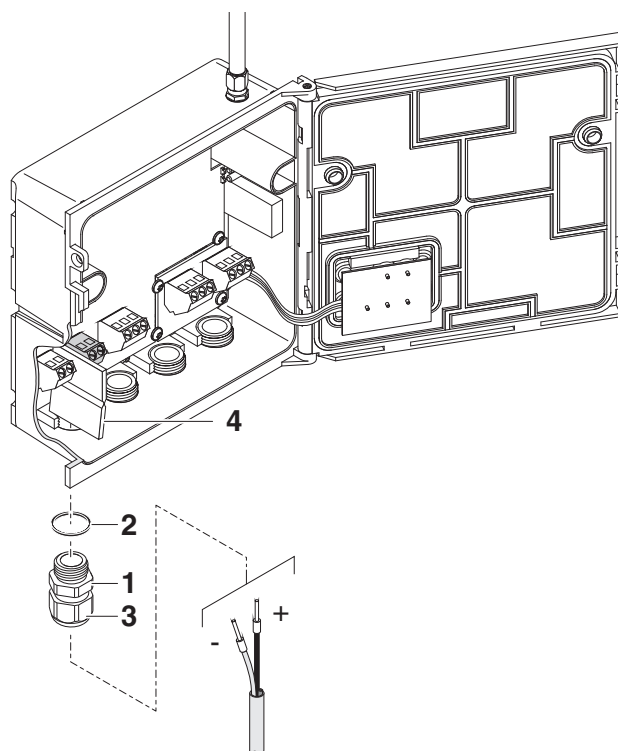

Fig. 3-11 Inserção da linha 24 V DC.
- 5 Aparafuse o bucho do cabo (pos. 1 em Fig. 3-11) com o anel de vedação (pos. 2) no invólucro por baixo da ligação 24 V DC.
- 6 Solte o anel de acoplamento (pos. 3).
- 7 Insira a linha 24 V DC através do bucho do cabo no invólucro. Ao fazê-lo dobre a divisória flexível (pos. 4) para a esquerda.